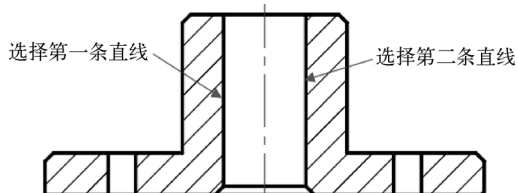

图 8-96 选择两条直线绘制中心线
- 2 在功能区“注释”选项卡的“中心线”面板中单击“中心线”按钮，接着选择第一条直线，再选择第二条直线，从而绘制一条中心线，如图 8-96 所示。